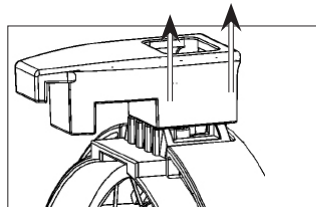
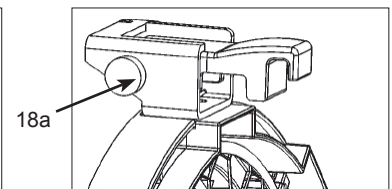

Abb. 5 / figure 5
Abb. 6 / figure 6
- Modelle mit schwenkbarer Torsicherung (Abb. 5): Torsicherung senkrecht nach oben ziehen und zur Seite weg drehen. Modelle mit Location-Torsicherung (Abb. 6): Stift (18a) seitlich eindrücken, Torsicherung klappt nach oben.
- For models with rotatable top latch (figure 5): Pull the top latch (18) upwards and turn it to the side. For models with location top latch (figure 6): Push the hinge pin (18a), the top latch flips open.